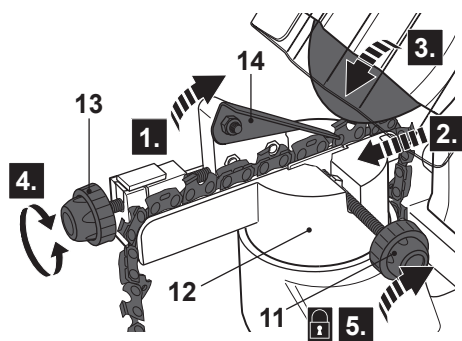

Fig. 7
- > Con cuidado, empuje hacia abajo el alojamiento del motor (4) con la empuñadura (2) hasta que el disco de afilado entre en contacto con el eslabón de la cadena de corte.
- > Continúe empujando hacia abajo el alojamiento del motor (4) con la empuñadura (2) hasta alcanzar el tope de profundidad configurado.
- > Tire lentamente hacia atrás del alojamiento del motor (4) con la empuñadura (2) hasta levantarla completamente.
- > Gire el tope de cadena hacia atrás (14) y déjelo en esa posición, justo detrás del eslabón de la cadena de corte que vaya a afilar (figs. 7 + 8).
- > Tense la cadena de la motosierra hacia atrás hasta que quede apoyada en el tope de cadena (14).
- > Empuje hacia abajo el alojamiento del motor (4) con la empuñadura (2) para comprobar cuánto material va a amolarse.
- > Ajuste el tope de cadena (14) con el tornillo de ajuste (13). Para ello, gírelo a la derecha o a la izquierda. Empuje hacia abajo el alojamiento del motor (4) con la empuñadura (2) repetidamente para verificar el ajuste.
- > Una vez alcanzado el ajuste deseado, cierre el tornillo de banco (12) para fijar la cadena en esta posición. Para ello, gire el tornillo de fijación (11) a la derecha.